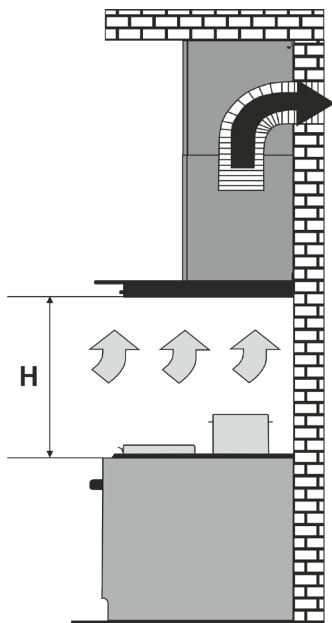

Рис. 1
4.5 При монтаже вытяжки на необходимой установочной высоте H над плитой (рис.1) для отвода воздуха в вентиляционный канал используйте воздуховод $\varnothing 150 - \varnothing 120$ мм. Меньший диаметр создаст дополнительное сопротивление воздуху, что приведет к увеличению шума и вибрации, а также к перегреву двигателя.
- ➡ в режиме отвода воздуха в дымоход кухни (рис.1);
Напоминаем, что высота установки вытяжки над электроплитами должна быть не менее 650мм, а над газовыми – не менее 750мм (рис.1).